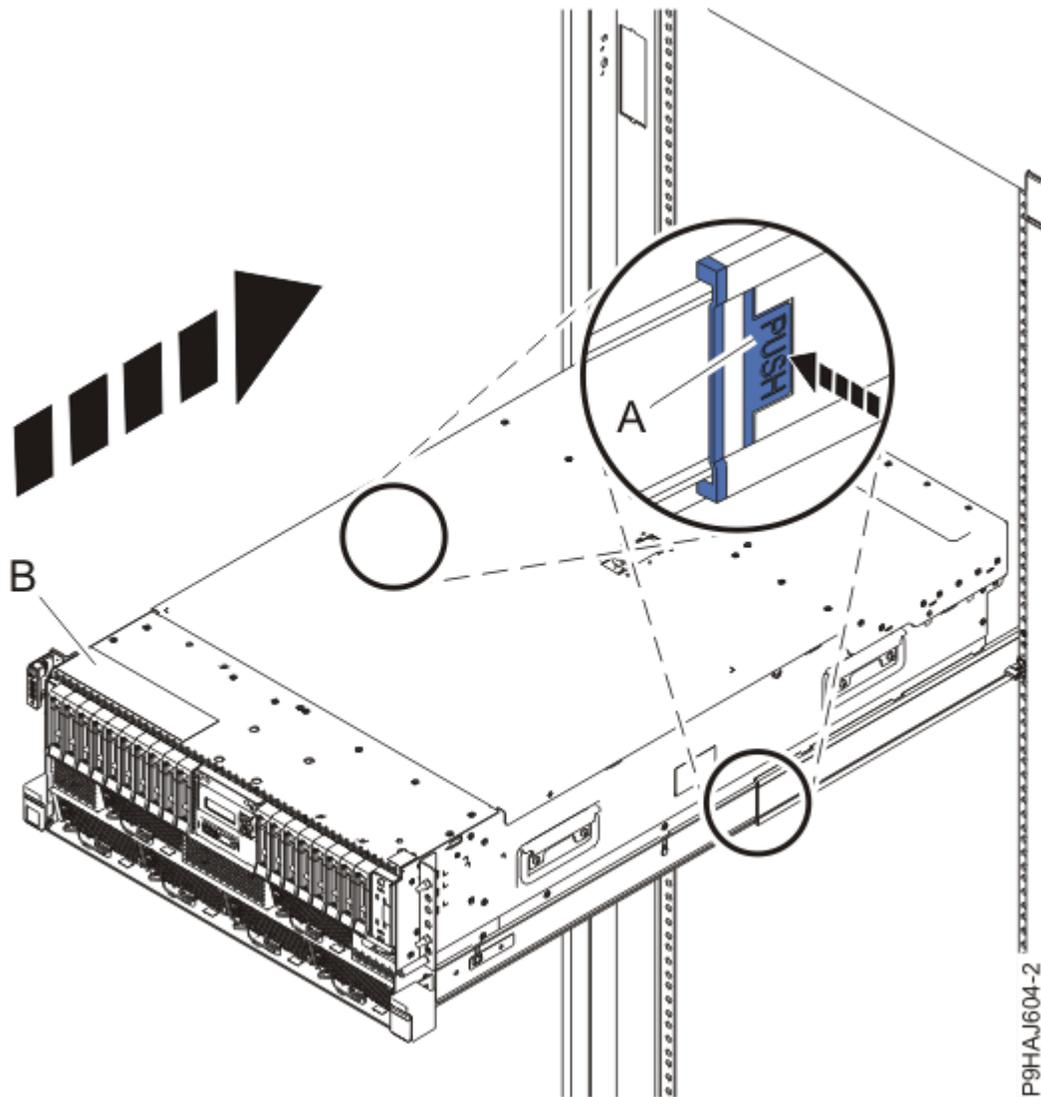

Abbildung 88. System in die Betriebsposition bringen
3. Entriegeln Sie bei einem Einschubsystem die blauen Schienensicherungsverriegelungen **(A)**, indem Sie sie nach innen drücken (siehe Abbildung 88 auf Seite 93).